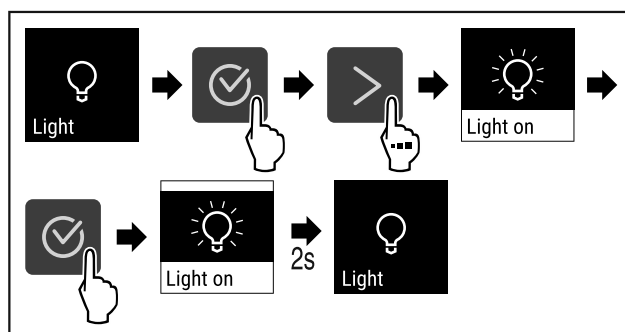

Fig. 68
- ▶ Vykonať kroky akcie (pozri Fig. 68).